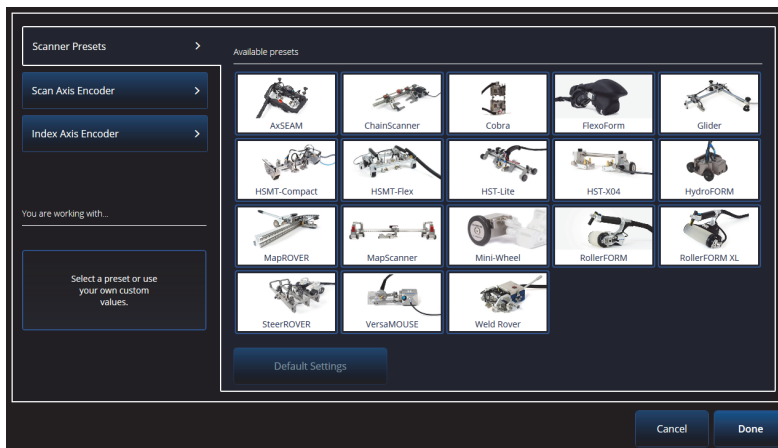

Figura 5-1 Lista de selección de Parám. predef. de escáner
2. Seleccione **Escaneo > Inspección > Codificadores** para acceder a la pantalla de configuración del codificador y configurar los parámetros del codificador según las especificaciones de este último (ver Figura 5-1 en la página 206). Es posible usar un escáner predeterminado, o modificar los parámetros para el eje a partir de este menú.